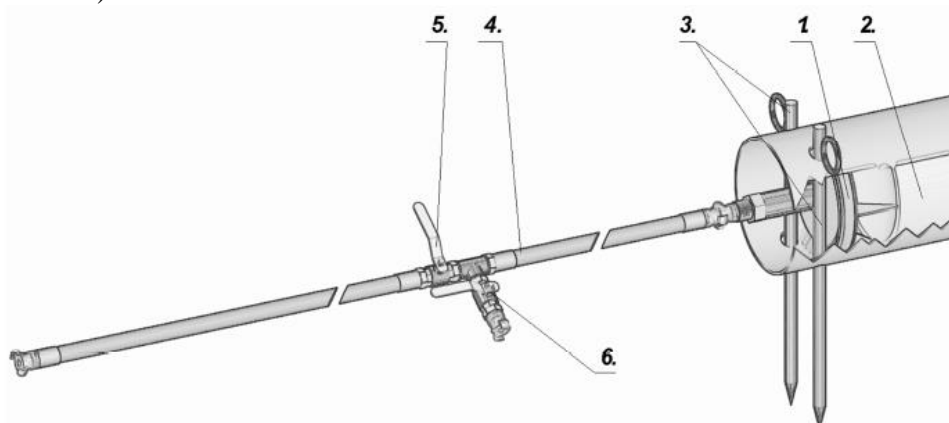

Figura 9.11.1
k) Schimbati in lubrificantul sensul rachetei MAX (R) in revers.
Pentru a curata tevile, aveti nevoie de urmatoarele: Placa de blocare (1) (marimea utilizata depinde de diametrul tevii), Piston (2), Bolturi de blocare (3) Pentru fixarea placii de blocare, Furtun de aer (4) cu supape (5,6) (Figura 9.11.1, precum si la nevoie o masina de gaurit sau un aparat de sudura/taiere oxi-acetilenic (cu flacara).